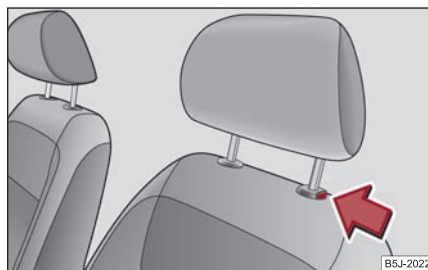

Abb. 65 Kopfstütze herausziehen
- Möchten Sie die Kopfstütze nach unten verschieben, müssen Sie die Sicherungstaste drücken ⇒ Seite 64, Abb. 65 und mit der anderen Hand die Kopfstütze nach unten drücken.
- Drücken Sie die Sicherungstaste in Pfeilrichtung ⇒ Seite 64, Abb. 65 und ziehen Sie die Kopfstütze heraus.